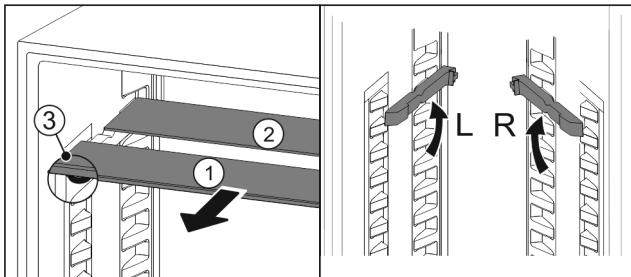

Fig. 112
- Izvucite Fig. 112 (1) staklene ploče jednu po jednu prema naprijed.
► Staklena ploča Fig. 112 (1) s ukrasnom letvicom nalazi se sprjeda.
► Zaustavljači Fig. 112 (3) su usmjereni prema dolje.